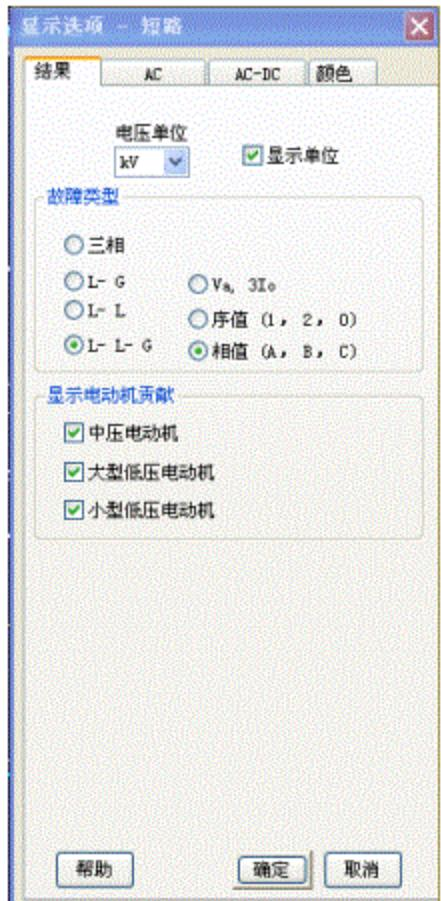

图3-6 短路分析模块的显示选项
- 3、点击“显示选项”按钮，显示选项编辑器图 3-6 所示，可以在单线图上显示不同类型短路（L-G、L-L、L-L-G）的序分量值、相分量值以及 A 相电压和零序电流。